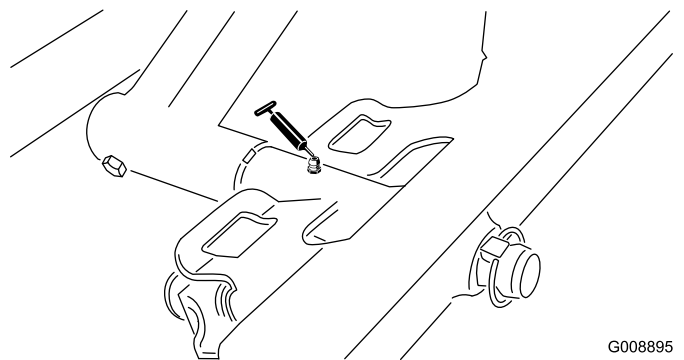

Figura 34
- Pivotal unitate de tăiere față (Figura 34)